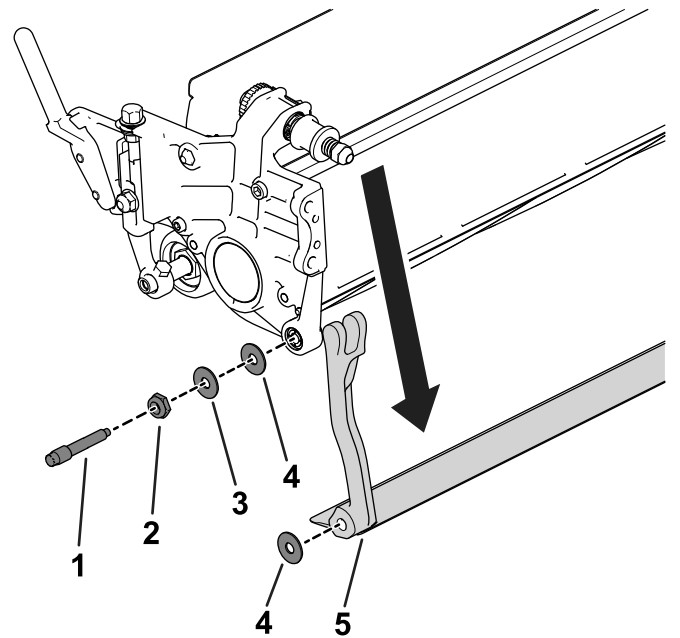

Figura 20
3. Em cada um dos lados da máquina, desaperte a porca de bloqueio que se mostra na Figura 20.
4. Remova cada um dos parafusos da barra de apoio, de modo a puxá-la para baixo e retirá-la da unidade de corte (Figura 20).
Guarde as duas anilhas de aço e a anilha de plástico de cada uma das extremidades da barra de apoio (Figura 20).